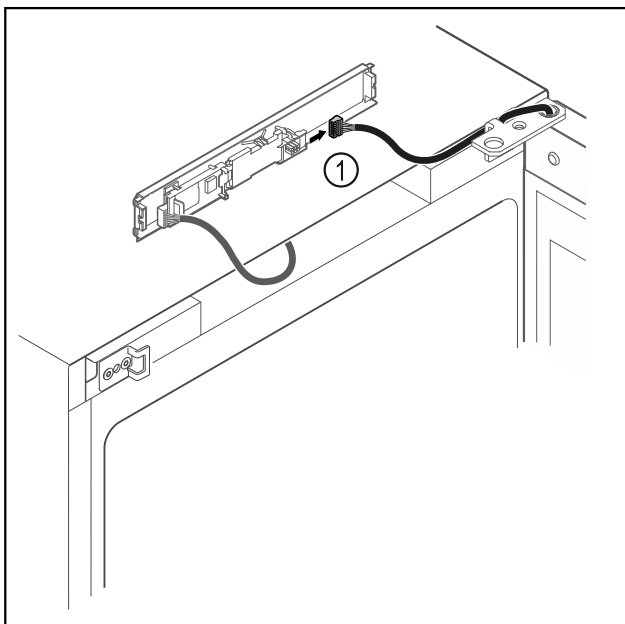

Fig. 17
- ▶ Stecker Fig. 17 (1) von Platine abstecken.